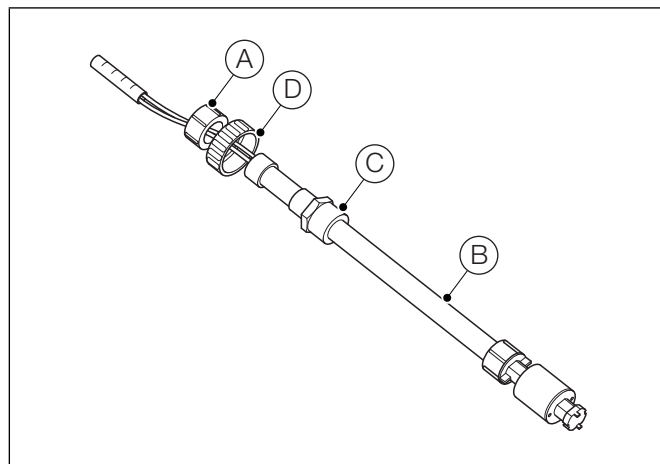

Abb. 3.11: Füllstand-Sensor für Reagenz/Kalibrierungslösung
2. Beachten Sie Abb. 3.11, halten Sie den Füllstand-Sensor für Reagenzlösungen am Klemmring (A), und:
- a. Entfernen Sie mit einem trockenen, fusselfreien Tuch eventuell am Füllstand-Sensorschaft (B) anhaftende Fremdkörper.
- d. Prüfen Sie, ob sich das Ende des Füllstand-Sensors dicht über dem Boden des Reagenzbehälters befindet. Schrauben Sie ggf. den Klemmring (A) ab, stellen Sie mit der Mutter (C) die richtige Position des Sensors ein, und sichern Sie diese dann mithilfe des Klemmrings (A).
- e. Befestigen Sie den Füllstand-Sensor für Reagenzlösungen mit Kappe (D) am Reagenzbehälter.